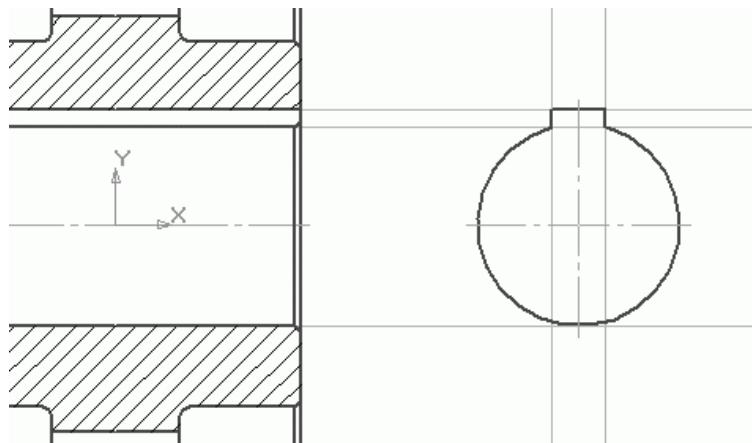

Рис. 2.132. Доработка чертежа зубчатого колеса
3. Немного правее от вставленного изображения постройте профиль отверстия в ступице, принимая, что глубина шпоночного паза при диаметре отверстия 85 мм равна 5, 4 мм, а ширина паза – 20 мм. Отталкиваясь от профиля отверстия, отредактируйте сечение колеса, дорисовав шпоночный паз в разрезе (рис. 2.132).